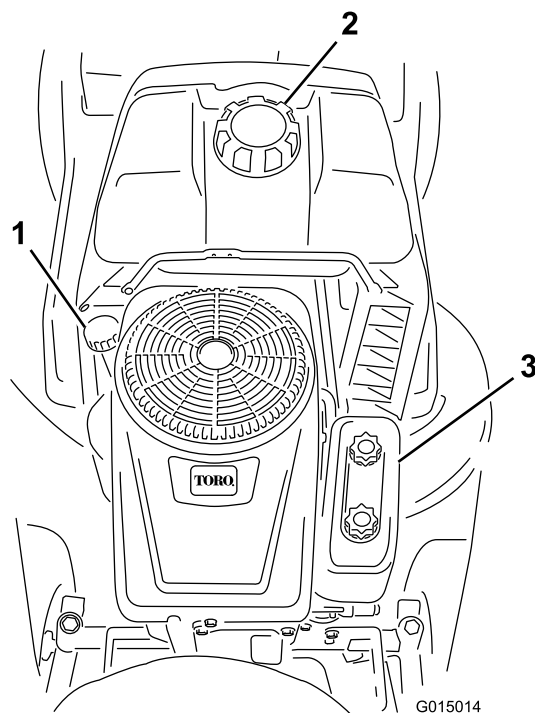

Bild 18
5. Reinigen Sie den Bereich um den Ölpeilstab (Bild 18), damit kein Schmutz in den Einfüllstutzen gelangen und den Motor beschädigen kann.
9. Reinigen Sie den Bereich um den Ölpeilstab (Bild 18), damit kein Schmutz in den Einfüllstutzen gelangen und den Motor beschädigen kann.
- Schrauben Sie den Ölpeilstab heraus und gießen Sie ca. 80 % der angegebenen Ölmenge langsam in das Einfüllloch (Bild 18).